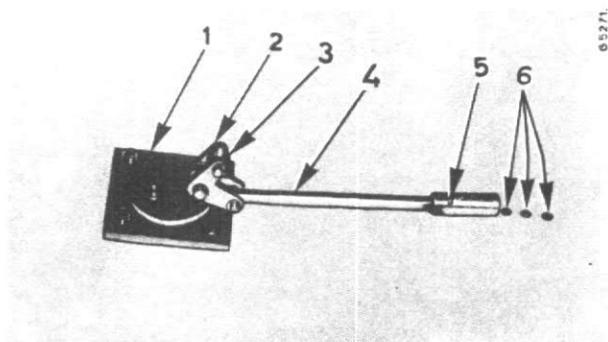

Fig. 72
La goupille élastique (5, Fig. 72) empêche les cales (6) de sortir lors de la dépose du carter de relevage.